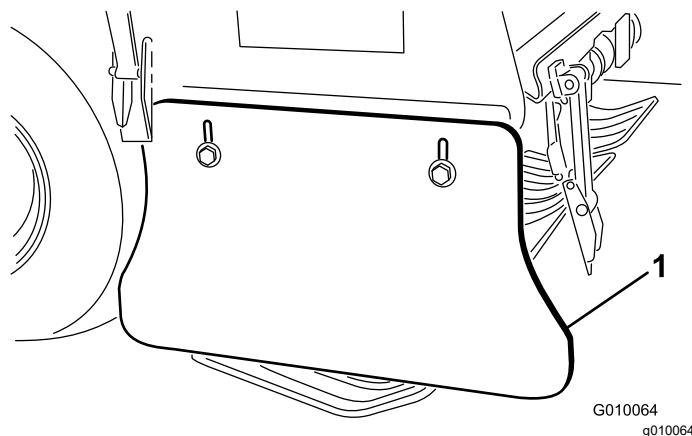

Figura 67
2. Solte as cavilhas e as porcas que fixam o resguardo lateral à estrutura (Figura 67).